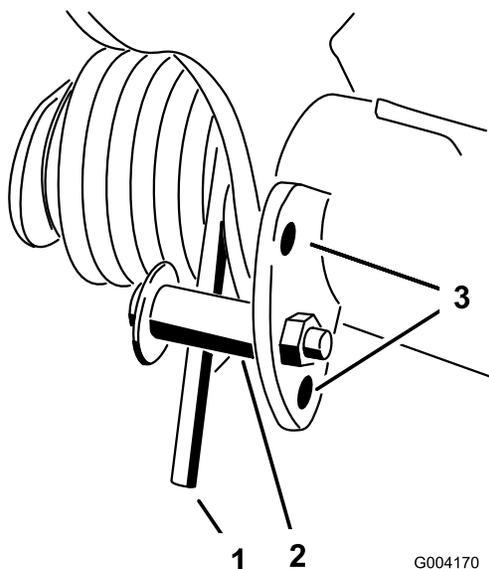

Figura 42
- Infilate un tubo o un oggetto simile sull'estremità della molla lunga al fine di allentare la tensione della molla durante la messa a punto (Figura 42).
- Mentre allentate la tensione della molla, togliete il bullone e il dado di bloccaggio che fissano l'attuatore della molla alla staffa (Figura 42).